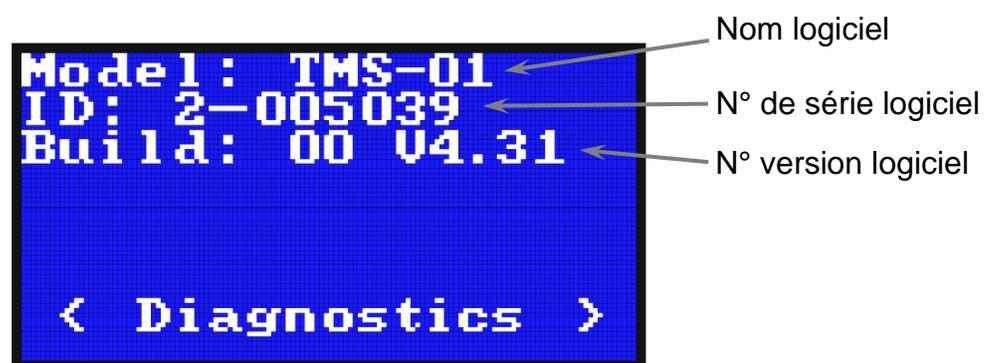

Figure 2-55, Écran – Page Configuration
2. L'instrument *Configuration* visualise les informations sur la version du logiciel du cerveau. La Figure 2-55 montre l'écran du clavier pendant l'utilisation de cet instrument. « Model » visualise le nom du logiciel installé. « ID » visualise le numéro de série de la carte principale du cerveau. « Build » visualise le numéro de la version du logiciel installé.